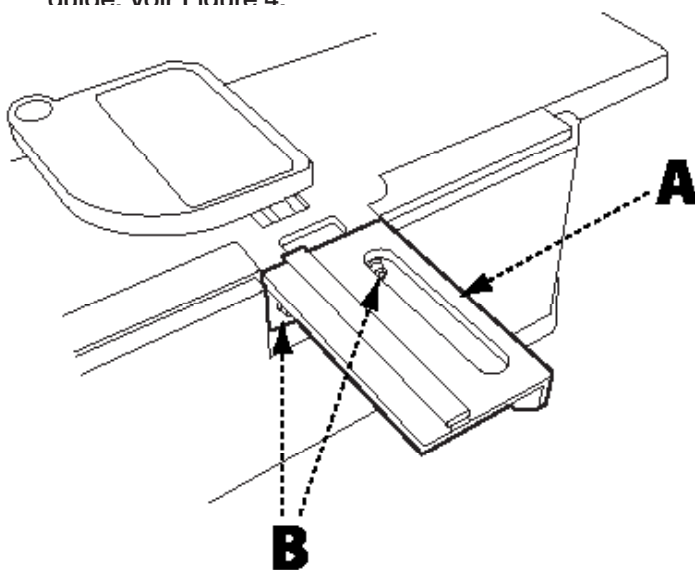

FIGURE 1
1. Fixez le support de fixation du guide (A) à la base de la dégauchisseuse à l'aide de quatre vis à tête ronde M8 x 25 mm (B), toutes équipées d'une rondelle de blocage de 8 mm. Voir Figure 1. Faites en sorte que la surface supérieure du support soit de niveau avec la partie supérieure de la table.